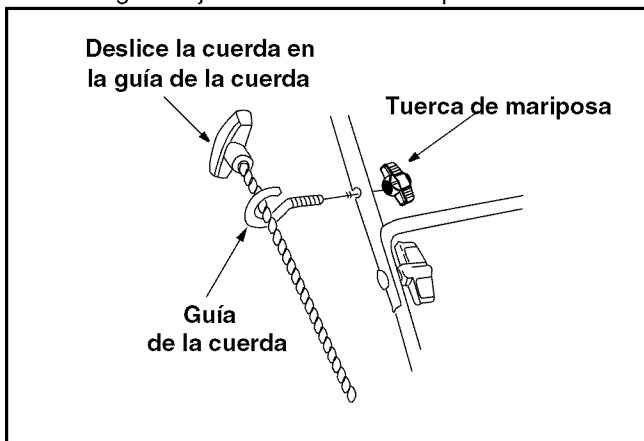

Figura 5
- La guía de la cuerda ya está unida al costado derecho de la manija superior. Afloje la tuerca de mariposa que sujeta la guía de cuerda. Vea la "Figura 5".